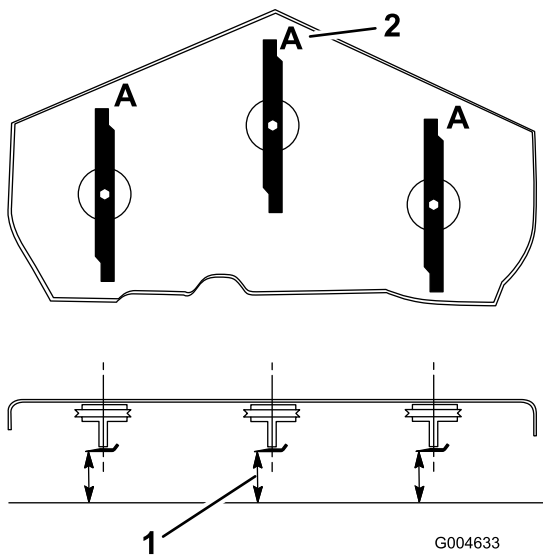

図 66
3. ブレードが前後方向を指すように回転させる(図 66)。Aの位置で(図 66)、平らな床面からブレードの刃先までの高さを測る。測定値を記録する。